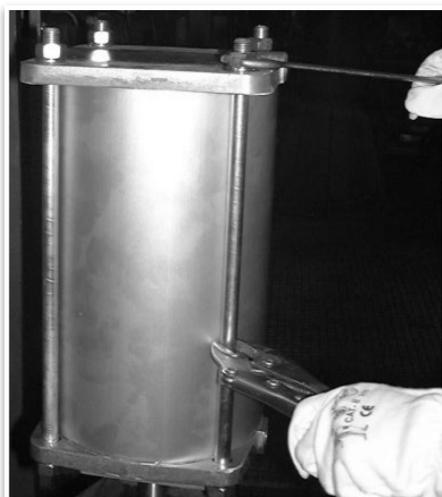
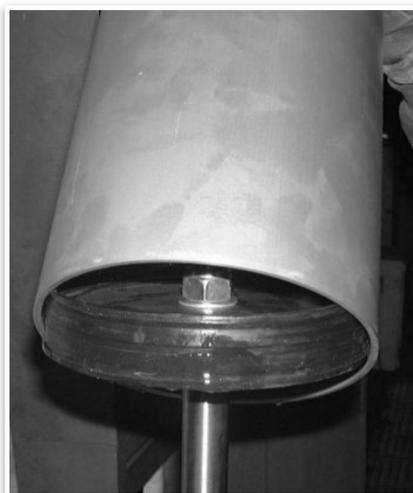

Fig. 4
Fig. 5
- Une fois que le vérin a été retiré de la valve, retirer les écrous des tirants (17) au niveau du capuchon du vérin (2). *Fig. 4*
- Retirer les écrous des tirants (17) sur la tête du cylindre (3).
- Retirer les capuchons d'embout (2) et la tête (3).
- Retirer le montage de la tige et du piston (8, 9, 10, 11 et 4) du canon (1). *Fig. 5*